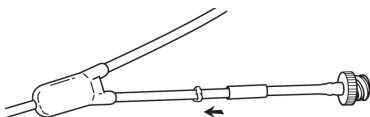

Fig. 14
5. Far scivolare la cannula metallica dell'estremità del tubo sostitutivo completamente nel tubo di estensione. (Fig. 14)